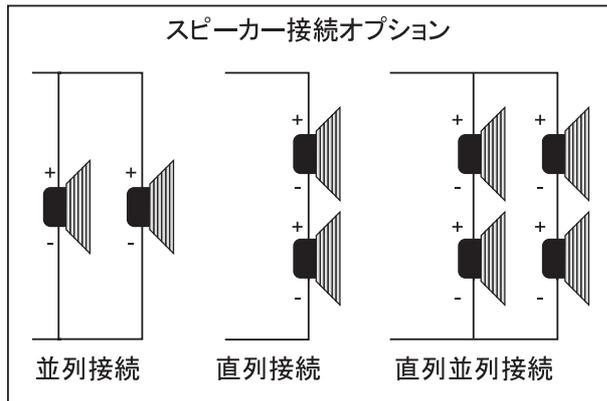

図 4.1: 各種接続例
- ☞ 図 4.1 と 4.2 も合わせてご参照ください。
- ④ シリアルナンバー。